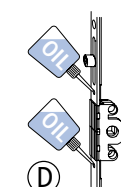

Fig. 4
Beslagsdelarna måste inoljas en gång per år. Använd vaselin samt annat passande fett på kontaktytorna (se fig. 4,5,6). Glidytan på låskolvorna (D) måste inoljas med en syrafri olja.